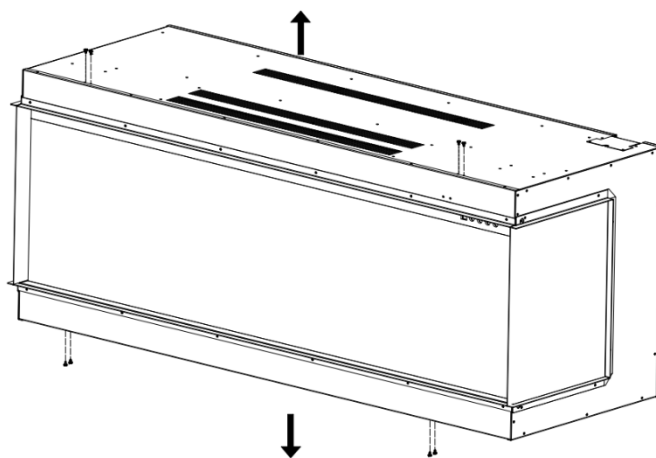

Fig.3-1
4. retirar os parafusos da lareira como mostra a figura abaixo. Fig.3-1